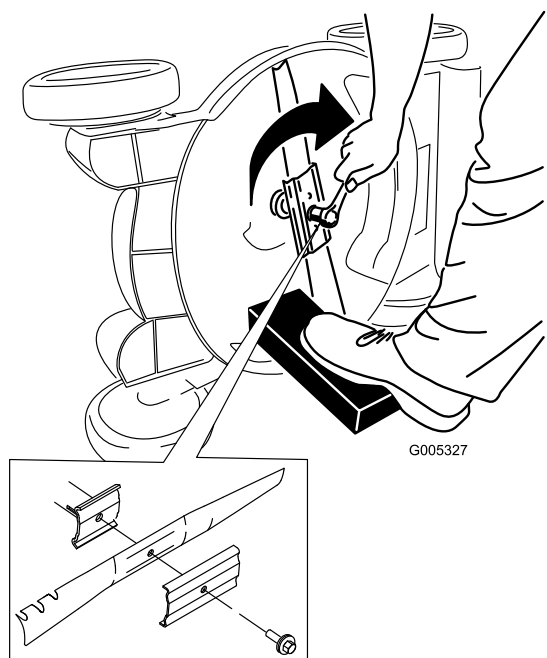

Figura 47
5. Montate la nuova lama usando la bulloneria di montaggio (Figura 47).